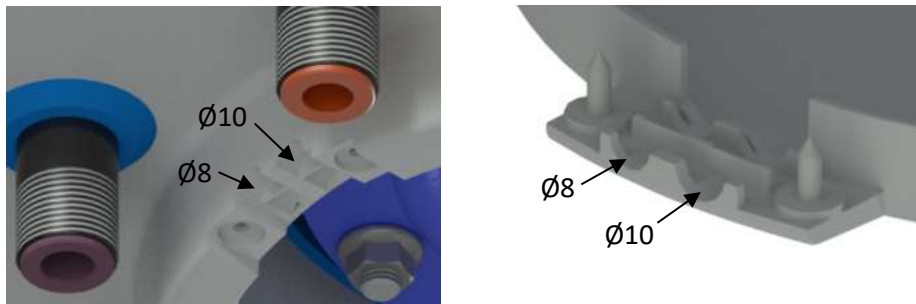
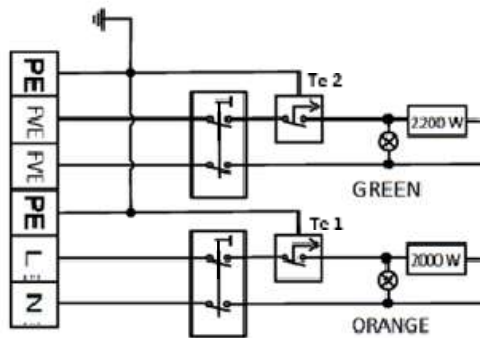
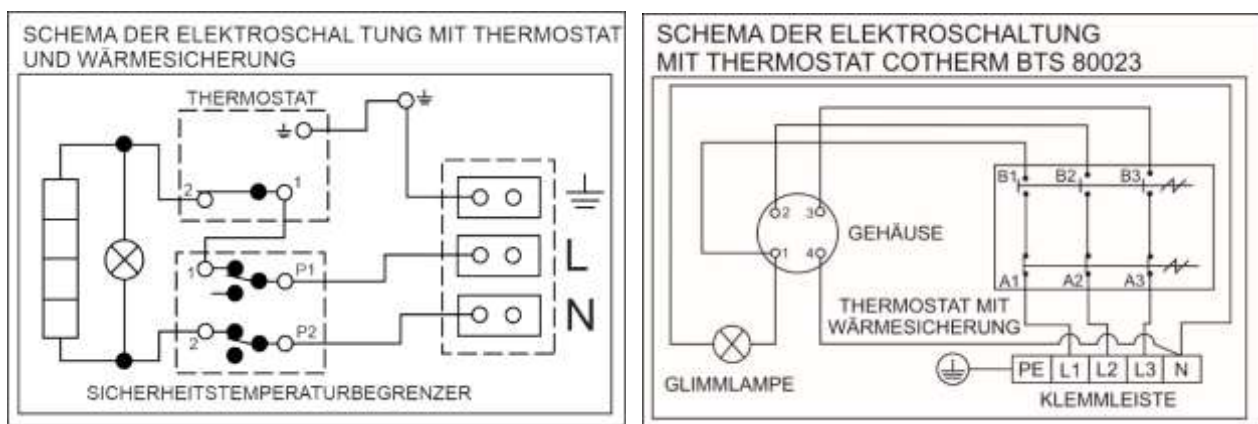

Abbildung 9
Abbildung 10
Abbildung 11
Der Anschluss ist laut Anschlussschema durchzuführen. Der im Werk vorgenommenen Anschluss darf nicht geändert werden! (Abbildung 10, Abbildung 11). Die Trennwand in der Abdeckung der Elektroinstallation entfernen, die dem Durchmesser des Zuleitungskabels, also $\phi 8$ oder $\phi 10$ (Abbildung 9) entspricht. Die elektrischen Teile des Warmwasserbereiters haben die Schutzklasse IP 44. Der Leistungsbedarf der elektrischen Körper beträgt 2200 W und 2000 W für das OKF /1m² 2/2 kW. Der Leistungsbedarf der elektrischen Körper beträgt 2000 W und 4000 W für das OKF /1m² 2/4 kW.
- Das Schema des Elektroanschlusses ist dem Warmwasserbereiter am Gehäuse der Elektroinstallation beigelegt. (Abbildung 10, Abbildung 11).